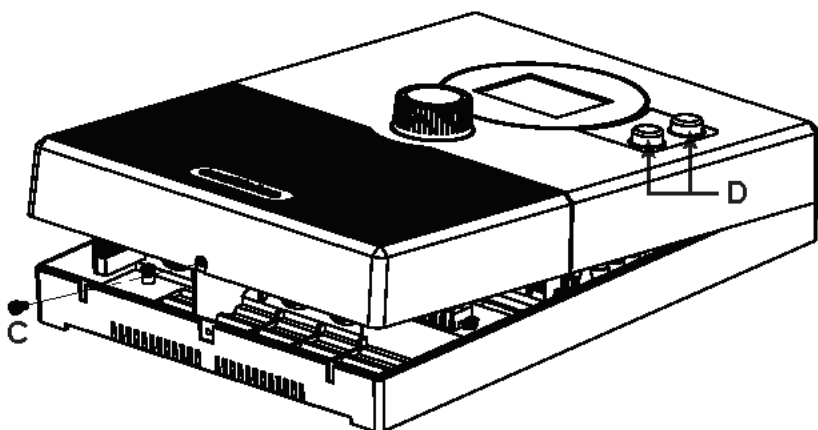

afb. 1 Positie van de ophangconstructie en de montageopeningen (afmetingen in mm)
1. Draai twee spaanplaatschroeven (3 x 25 mm) op een hoogte van ongeveer 1,70 m tot op een afstand van 7 mm in de saunawand. De twee schroeven moeten 156 mm van elkaar verwijderd zijn (zie **afb. 1**).
4. Hang de saunabesturing met behulp van de ophangconstructie **A** aan de gemonteerde kruiskopschroeven (zie **afb. 1**).
5. Draai twee spaanplaatschroeven (3 x 25 mm) in de onderste bevestigingsopeningen **B** (zie **afb. 1**).